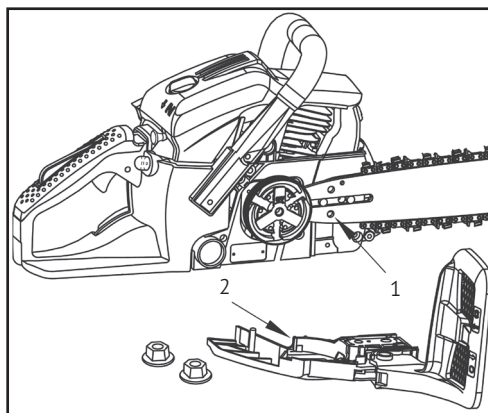

Рис. 3
- Провернуть цепь на цепном колесе, и одновременно установить на корпус пилы шину. Отрегулировать положение гайки механизма натяжения цепи до нижнего отверстия направляющей шины (Рис. 3).